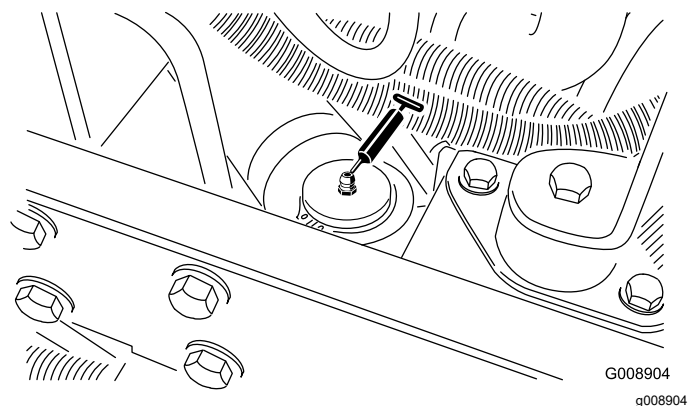

Figura 55
- Cilindro di sterzo (Figura 55)